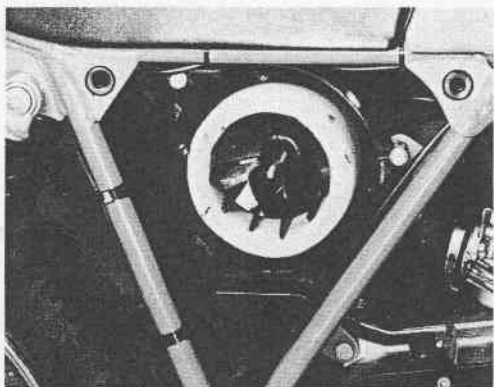

Fig. 21 - Filtre à air
- Dévissez l'écrou à ailettes et enlevez le couvercle de la cuve du filtre (Fig. 21)